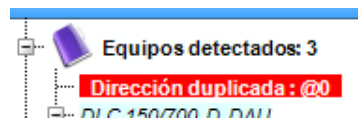

Fig. 78- Ejemplo: La dirección 0 está duplicada: hay dos o más equipos con dirección @0.
- Si hubiera **dos o más equipos conectados con la misma dirección**, éstos se agruparían en un único subnodo bajo el título “Direcciones duplicadas” (Fig. 78).